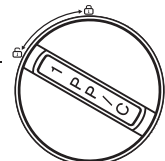

图1
2.打开上盖，选取所需更换的滤芯逆时针旋转取出（如图1），然后更换新滤芯顺时针旋入到位即可（如图2）。